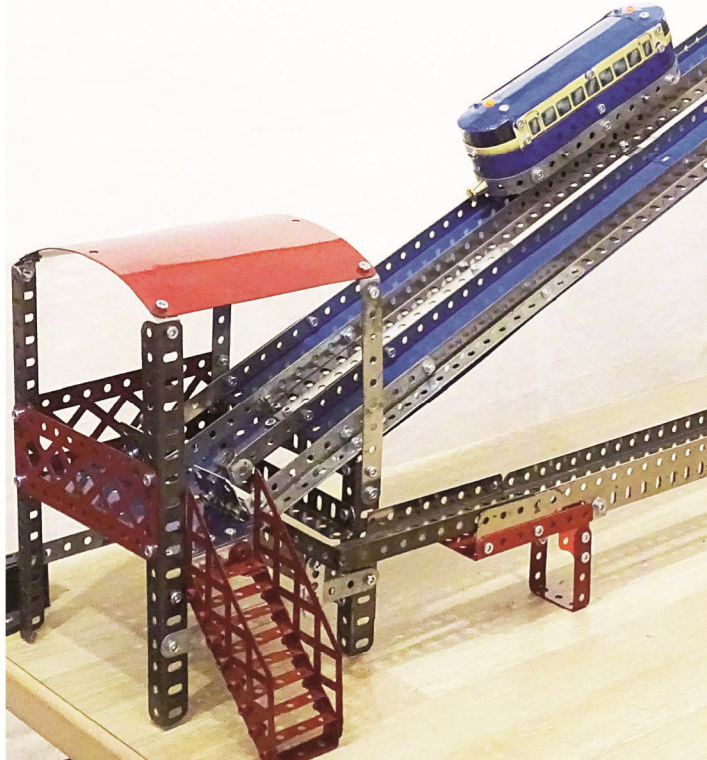

Fig. 7 Escalier et gare inférieure
- 2) les toits des deux gares, sont des pièces Erector de l'époque (1930) où Gilbert vendait un Meccano-Erector aux U.S.A. ; 3 plaques flexibles de 11 par 5 trous auraient pu facilement les remplacer, mais seraient moins esthétiques (Fig. 7),
- 3) les rampes de l'escalier sont des répliques d'une pièce Meccano mythique créé pour un modèle unique : La passerelle Meccano-Hornby démontable de 1935 (Fig. 7),